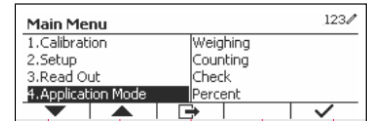

Figure 85
- Appuyez sur le bouton  pour accéder au menu principal. (Voir Figure 85)